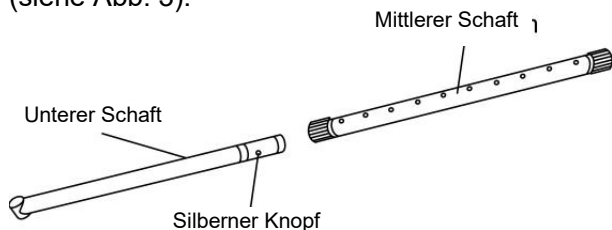

Abb. 3
4. auf dem unteren Schaft und setzen Sie ihn in den mittleren Schaft ein (siehe Abb. 3).